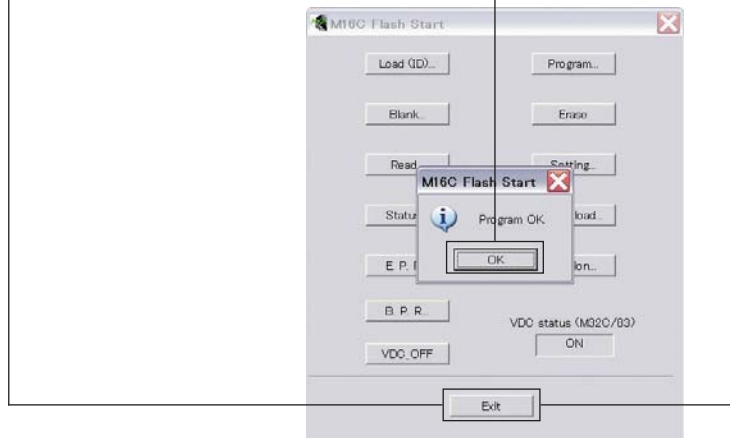

Fig. 7
10. When writing of the firmware is completed, the screen appears as shown below. (Fig. 7)
Click [OK]. (Fig. 7)
10. ファームウェアの書き込みが完了すると、以下の画面が表示されます。(Fig. 7)
[OK] をクリックします。(Fig. 7)
11. Click [Exit] to end FlashSta.exe. (Fig. 7)
11. [Exit] をクリックして FlashSta.exe を終了します。(Fig. 7)